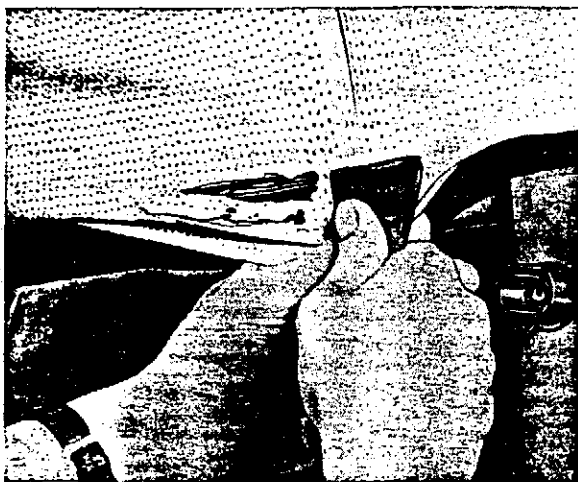

Abb. 69 Dachverkleidung wird gestreckt
4. Dachverkleidung so weit strecken, daß der beschädigte Teil der Verkleidung hinter die gezahnte Leiste gestopft werden kann, siehe Abb. 69. Die Dachverkleidung soll gut gestreckt werden, jedoch nicht so hart, daß durch die Spannung Wellen in der Verkleidung auftreten.